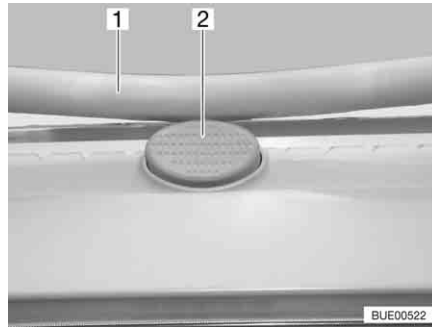

Fig. 76 Botón de seguridad en la claraboya Heki
- Pulsar el botón de seguridad (Fig. 76,2) y tirar la horquilla (Fig. 76,1) hacia abajo con ambas manos.
- Presionar el estribo hacia arriba con ambas manos hasta que la horquilla se encuentre encima del botón de seguridad (Fig. 76,2).